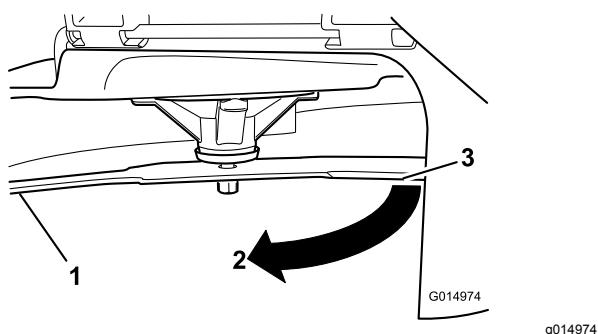

Figure 59
3. Mesurez la distance entre la lame et la surface (A)
4. Tournez la même lame de 180 degrés pour amener l'autre tranchant à la même position (Figure 59).